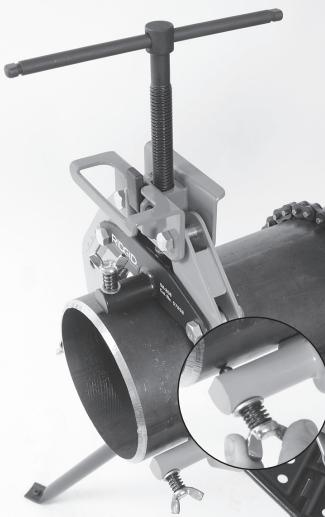

Figure 5 – Alignment des tuyaux
7. Desserrez une des vis papillon (typiquement celle du haut) de 2 ou 3 tours. Alignez le deuxième tuyau face au premier, puis enfilez-le entre les pointes des vis papillon en laissant l'écartement nécessaire entre les deux. Serrez la vis papillon que vous aviez desserré auparavant. Reportez-vous à la *Figure 5*. Au besoin, les vis papillon peuvent servir à régler l'alignement. Si le deuxième tuyau est d'une section différente, effectuez un réglage de base en serrant les vis papillon d'un nombre de tours égal.